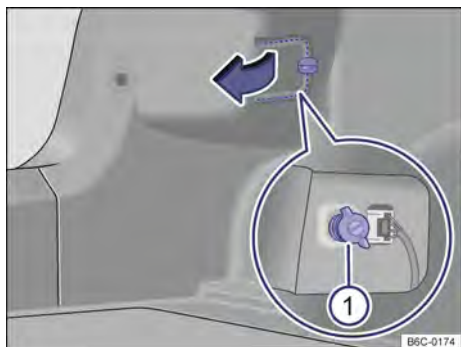

Fig. 131 En el maletero: desmontar la cubierta y retirar el tornillo mariposa ⓘ (fragmento ampliado).
3. Para abrir la cubierta de la linterna, girar la traba → fig. 131 (flecha).
18. Sustener la linterna trasera en la posición de montaje con una de las manos y atornillar con la otra el tornillo mariposa → fig. 131 ⓘ.